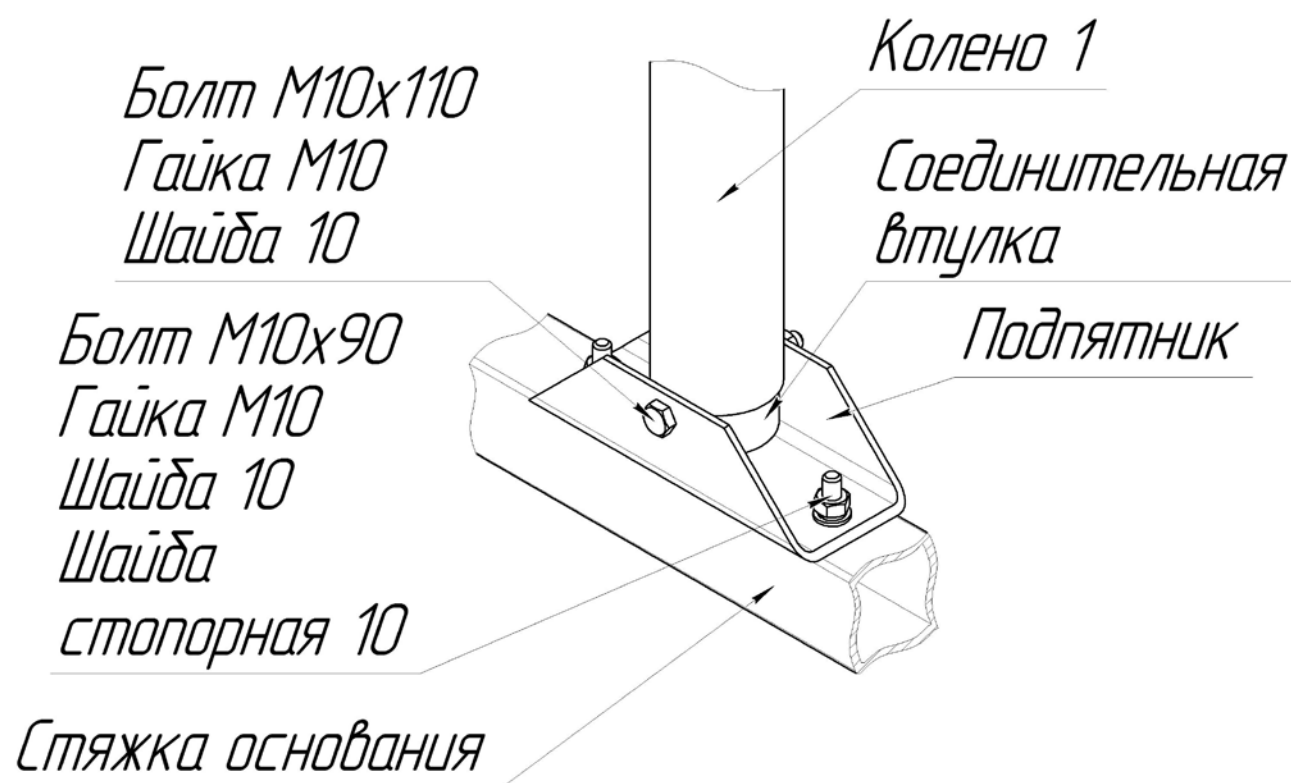

Рисунок 2 – Установка подпятника и колена 1 на стяжку
3.1 Колено 1 мачты выполнено из алюминиевой трубы диаметром 50 мм и длиной 3000 мм. Колено 2 выполнено из алюминиевой трубы диаметром 50 мм и длиной 1500 мм. В колене 2 на одном из концов трубы закреплена соединительная втулка с отверстиями, в которые при сборке устанавливаются болты М8х70, для фиксации в колене 1. Болты закрепляются гайками и шайбами с наружи колена 1. Колено 1 устанавливается на соединительную втулку подпятника, которая крепится с помощью болта М10х100, шайб и гайки к подпятнику (рисунок 2).
6.1.4 Закрепить подпятник на стяжке основания при помощи болтов М10х90 шайб и гаек (рисунок 2).